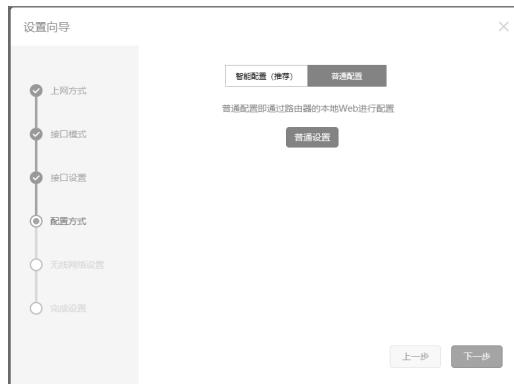

图4-5 配置方式设置
7. 进入配置方式选择, 如图4-5所示, 根据实际选择对应配置方式, 点击“下一步”。